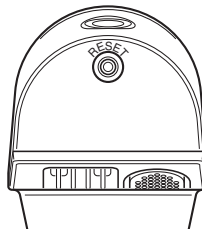

Figure 8
- Bouton de réinitialisation (voir la Figure 8) : utilisez un trombone et appuyez sur le bouton de réinitialisation pendant 15 secondes pour réinitialiser la lumière.